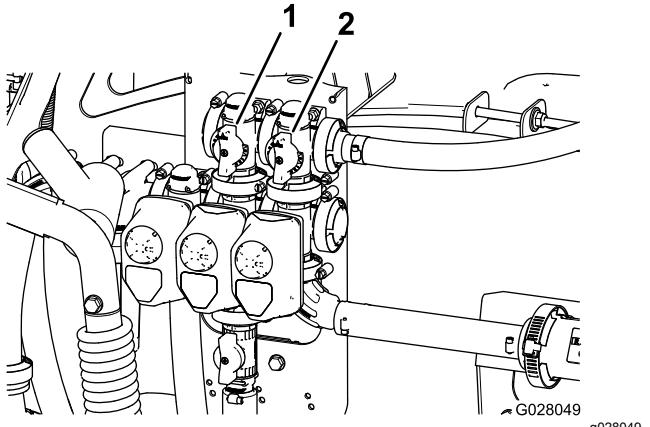

Figure 20
11. Réglez la vanne de dérivation (Figure 20) à l'arrière de la vanne d'agitation jusqu'à ce que la pression indiquée soit 6,9 bar.
9. Déplacez plus ou moins la poignée de dérivation générale des sections de manière à réguler l'agitation à l'intérieur de la cuve (Figure 20).